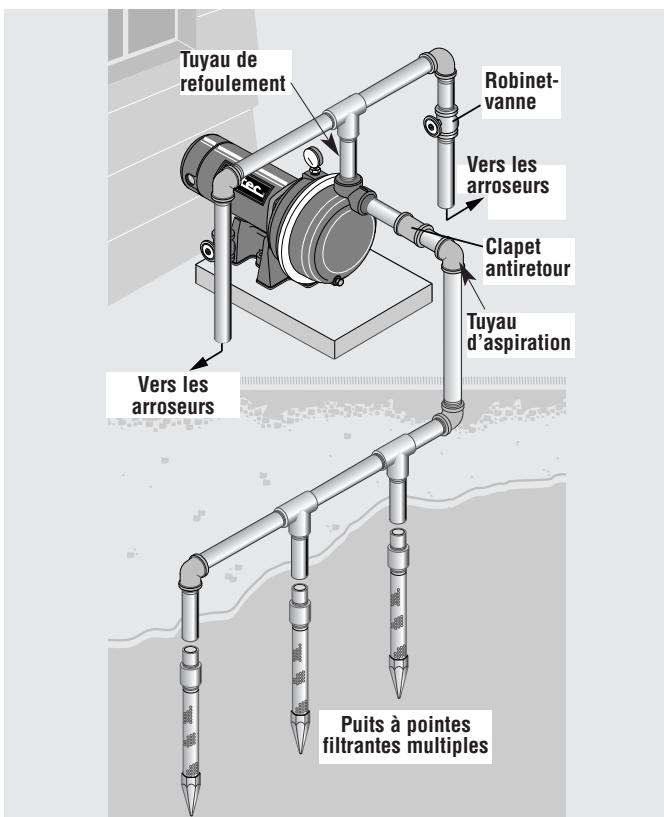

Figure 2 : Installation de puisage par point mené, points de puits multiples
- 1 ° Relier le tuyau d'aspiration au point d' entraînement (Fig. 2). Prévoir une longueur de tuyau horizontale aussi courte que possible. Utiliser de la bande téflon sur les filets de tuyau mâles. Il faut sans doute puiser à partir de points de puits multiples pour alimenter suffisamment la pompe en eau.